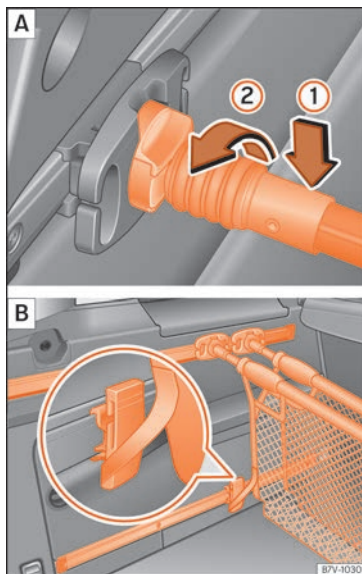

Fig. 174 Accrochez le filet à bagages A et utilisez-le comme un sac B.
Placez par le haut la barre de fixation sur le support pour filet à bagages »» **fig. 174** ① et »
- Accrochez la sangle de fixation du filet à bagages en dessous de l'un des éléments de fixation mobiles » » fig. 174 B.